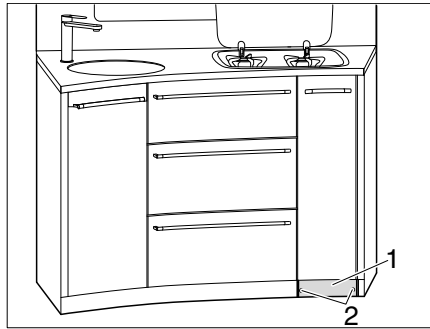

Bild 126 Skruva av sockel
Skruva av sockel: ■ Skruva av 2 skruvar (Bild 126,2) på sockeln (Bild 126,1).
■ Ta av sockeln (Bild 126,1).